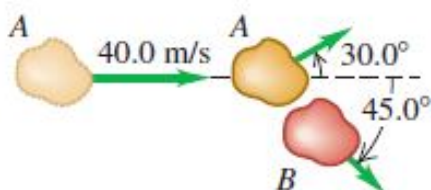

Figura 18.7: Pregunta del cuestionario acerca del choque de asteroides
2. Choque de asteroides. Dos asteroides de igual masa pertenecientes al cinturón de asteroides entre Marte y Júpiter chocan de refilón. El asteroide A, que inicialmente viajaba a 40.0 m/s, se desvía 30.0 grados con respecto a su dirección original, mientras que el asteroide B viaja a 45.0 grados con respecto a la dirección original de A (Figura 18.7). a) Calcule la rapidez de cada asteroide después del choque. b) ¿Qué fracción de la energía cinética original del asteroide A se disipa durante el choque?